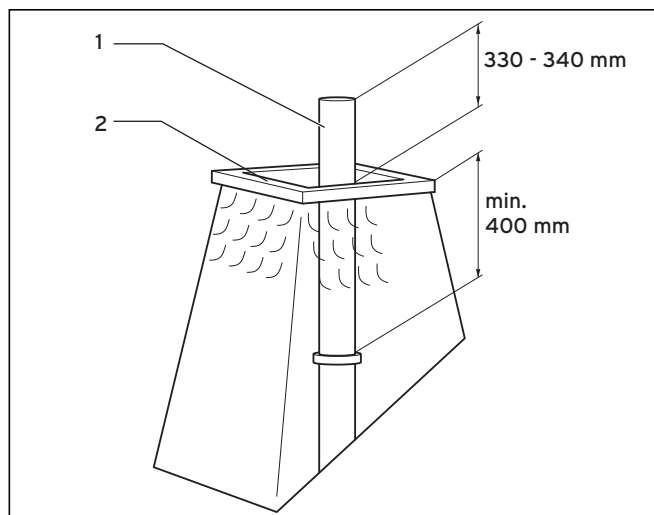

Abb. 4.40 Edelstahl-Rohr kürzen
- Kürzen Sie das Edelstahl-Rohr (1) gemäß Abb. 4.40.
- Dichten Sie den Mündungsrand (2) mit Silikon ab.